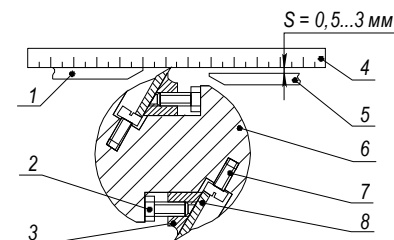

Рис. 4. Установка фуговальных ножей
- проверьте установку ножей и, в случае необходимости, выставьте их согласно рис. 4. Режущие кромки ножей установите параллельно верхней плоскости неподвижного стола 1. Для этого прижмите к плоскости неподвижного стола 1 линейку 4. Винтами 7 отрегулируйте ножи 8 таким образом, чтобы при вращении вала кромки ножей касались нижней плоскости линейки. Ножи надежно закрепите в пазах вала с помощью клиньев 3 и болтов 2;